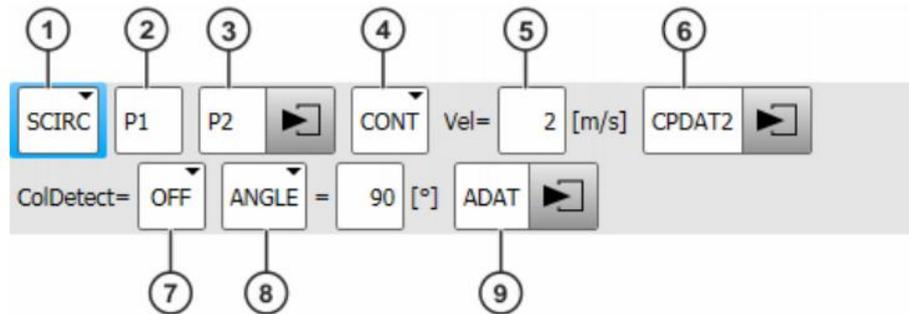

Рис. 3.8 Встроенный формуляр **SCIRC**
**Формуляр SCIRC** отличается от формуляра **SPTP** или **SLIN** введением вспомогательной точки  $P_{AUX}$  (рис. 3.3) и угла, стягивающего дугу окружности (2) и (8) на рис. 3.8.